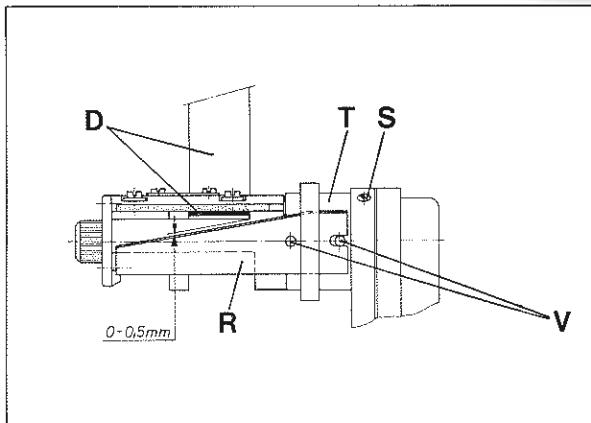
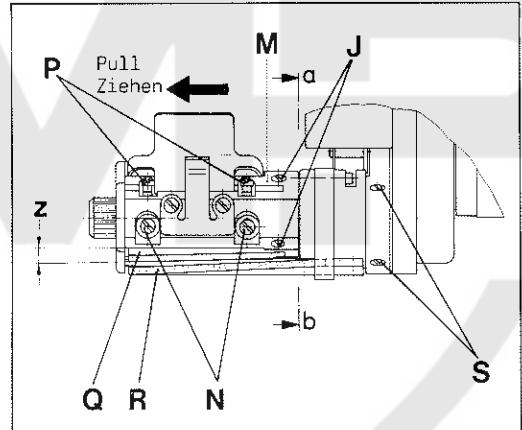
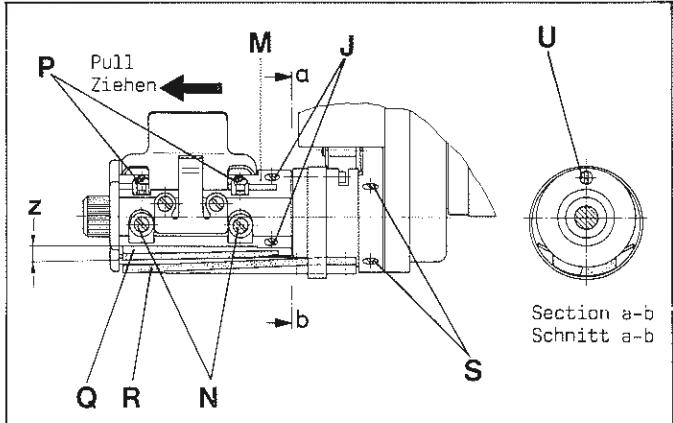

Fig.50
Fig.49
Fig.51
Loosen the two screws (N, Fig. 49) very slightly and set with stop screws (P) the lower knife (Q) down so far that the cutting edges of upper and lower knife will press slightly against each other at the right where the cutting starts.
Lösen Sie die beiden Schrauben (N, Fig. 49) ganz leicht und stellen Sie mit den beiden Anschlagschrauben (P) das Untermesser (Q) soweit nach unten, daß die Schneidkanten von Ober- und Untermesser rechts, wo das Schneiden beginnt, leicht gegeneinander drücken.
Now by further turning in the left screw (P) set the lower knife (Q) in a slightly slanting position (shear angle z, Fig. 49), so that both knives remain in punctual contact while cutting.
Loosen screw (S, Fig. 50) and rotate bushing (T) with upper knife (R) so that there will be a distance of 0 to 0,5 mm (0 to .020 in.) for the tape (D), see Fig. 50. Retighten screw (S).
Loosen screws (J, Fig. 49) and pull-off knife holder assembly (M) in direction of the arrow (see Fig. 49) and remove the plastic washer. Turn clamp bolt (U, Fig. 51) in any direction by 180° and remove the upper knife (R, Fig. 50).
Insert a new upper knife on bolts (V) and turn clamp bolt (U, Fig. 51) again by 180° which fastens the knife.
Replace the plastic washer and slip-on knife holder assembly (M, Fig. 49), rotate it into the correct position with respect to the lower knife (R) and retighten screws (J).
Stellen Sie nun durch weiteres Eindrehen der linken Schraube (P) das Untermesser (Q) leicht schräg (Scherwinkel z, Fig. 49), so daß beim Schneiden beide Messer punktförmig in Kontakt bleiben.
Lösen Sie die Schraube (S, Fig. 50) und verdrehen Sie die Buchse (T) mit dem Obermesser (R) so, daß für das Band (D) ein Abstand von 0 bis 0,5 mm entsteht, siehe Fig. 50. Ziehen Sie die Schraube (S) wieder an.
Lösen Sie die Schrauben (J, Fig. 49) und ziehen Sie den kompletten Messerhalter (M) in Pfeilrichtung (siehe Fig. 49) ab und entfernen Sie die Kunststoffscheibe. Drehen Sie den Spannbolzen (U, Fig. 51) in beliebiger Richtung um 180° und entfernen Sie das Obermesser (R, Fig. 49). Setzen Sie ein neues Obermesser auf die Bolzen (V) und drehen den Spannbolzen (U, Fig. 51) wieder um 180°, damit ist das Messer befestigt.
Legen Sie die Kunststoffscheibe auf und schieben Sie den kompletten Messerhalter (M, Fig. 49) wieder ein, verdrehen Sie ihn in die richtige Stellung zum Untermesser (R) und ziehen Sie die Schrauben (J) wieder an.